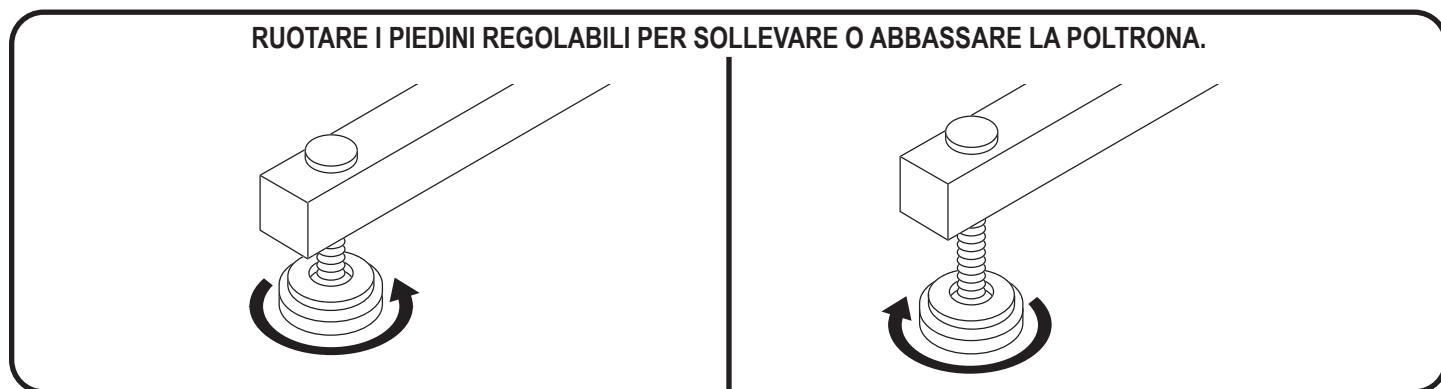

Figure 3.2 Piedini regolabili
Piedini regolabili: Ruotare manualmente verso l'alto o verso il basso per stabilizzare la poltrona prima dell'uso (Fig. 3.2).
2. Ruotare i piedini regolabili per stabilizzare la poltrona (**Fig. 3.2**).